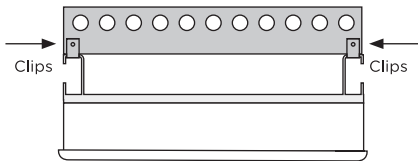

图8: 顶部图
- 用附件中的螺钉将逆变器的顶部拧到挂装板上，如图 8 所示。